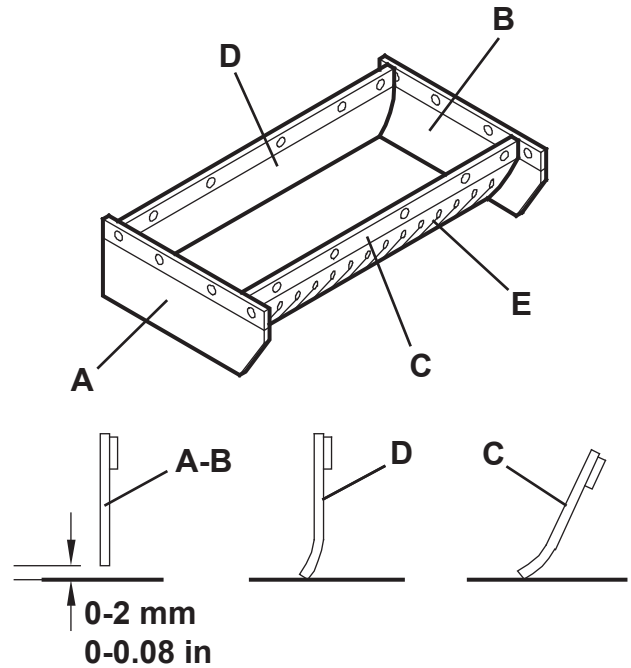

Afbeelding 10
7. Haal het filter (A, Afb. 10) los uit het frame (B) door de 2 elastieken (C) los te halen.
8. Reinig het filter buiten door het op een vlak en schoon oppervlak uit te schudden, sla met de zijkant (D) die tegenover de zijde met de pakking (E) staat. Voltooi de reiniging door haaks met perslucht (F) van maximaal 6 bar op het filter te spuiten, maar alleen vanaf de kant die door de pakking (E) wordt beschermd, op een minimale afstand van 30 cm. Controleer of de filtereenheid geen scheuren vertoont. Ga over tot vervanging als dat niet het geval is. Om het filter grondig te reinigen kunt u het filter met water en eventueel een niet schuimende schoonmaakmiddel reinigen. Hoewel het filter hierdoor schoner wordt, wordt de levensduur van het filter korter en zal dus vaker moeten worden vervangen. Het gebruik van ongeschikte schoonmaakmiddelen kan de functionele eigenschappen van het filter verminderen.
9. Reinig de rubberen pakking (E) van het filter over het hele oppervlak langs de rand en controleer of het intact is en goed afdicht. Wanneer dit niet het geval is, moet het filter worden vervangen.
Bij de montage moet het filter worden gericht met de pakking (E, Afb. 10) zoals aangegeven in de afbeelding.